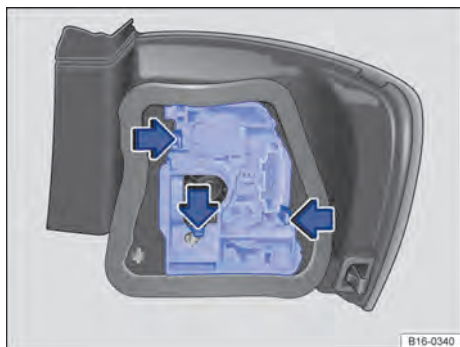

Fig. 239 Lateralmente no compartimento de bagagem: desinstalar o suporte das lâmpadas.
5.	Destruar o suporte da lâmpada nas linguetas de travamento ⇒ Fig. 239 (seta) e retirar o suporte da lâmpada da lanterna traseira.
6.	Substituir a lâmpada incandescente queimada por uma lâmpada incandescente nova do mesmo modelo ⇒ Fig. 239.
7.	Montar o suporte da lâmpada na lanterna traseira. As linguetas de travamento ⇒ Fig. 239 (seta) devem se encaixar de forma audível.